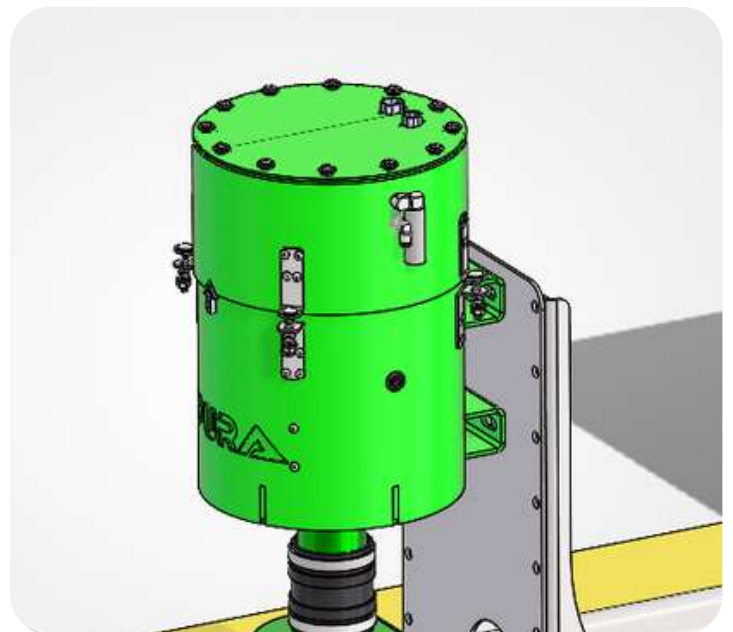

figure 16
- 8 Installer la tête de nettoyage sur le bâti et la fixer. Se référer à la procédure de fixation des loquets à la page 11 (**figure 16**).